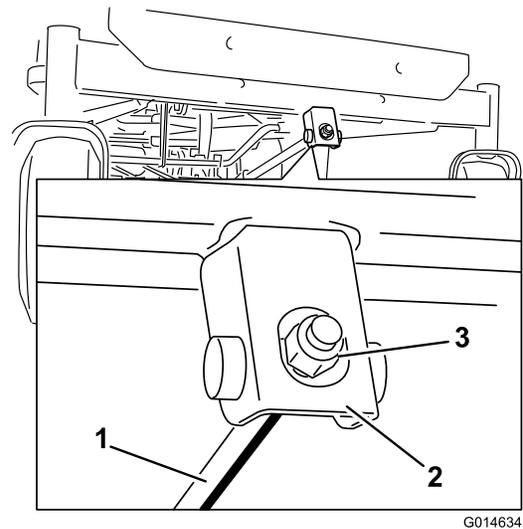

Figura 71
- A. Gire la tuerca de ajuste de la parte delantera del cortacésped (Figura 71).